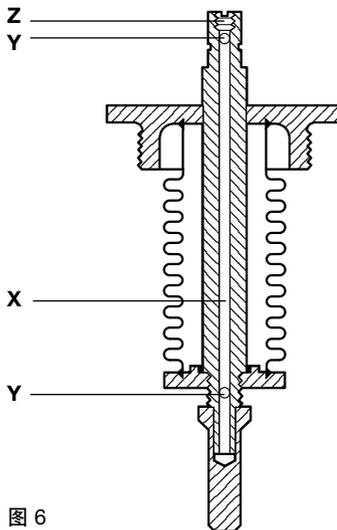

图 6
4.3 KB和KC阀（参见图6）
将阀门装回管路前应确认该螺丝' Z '已经装上（见图6）。